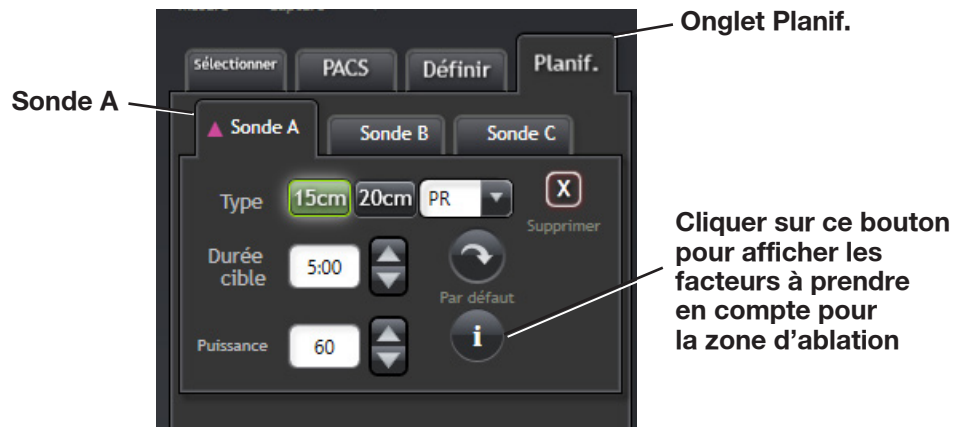

Figure 3-24 : Les paramètres de la sonde A (type de sonde, durée d'ablation, puissance d'ablation) sont affichés sous l'onglet « Planif. ».
8. Une fois créées, la position et la trajectoire de la sonde peuvent être modifiées par l'utilisateur. Faire un cliquer/glisser avec le bouton gauche de la souris sur la pointe de la sonde permet de faire pivoter la sonde tout en gardant son extrémité en place. À l'inverse, faire un cliquer/glisser avec le bouton gauche de la souris sur l'extrémité de la sonde permet de faire pivoter la sonde autour de son extrémité afin de modifier le point d'insertion prévu et la trajectoire de la sonde tout en gardant la pointe de la sonde au même endroit. Par ailleurs, deux (2) vues sont disponibles pour chaque sonde planifiée : la vue « Périscope » et la vue « Aiguille ». La vue « Périscope » permet d'observer la canule de la sonde à la verticale. La vue « Aiguille » offre une vue longitudinale de la sonde dans les tissus. Consulter la section *Évaluation du positionnement des sondes* pour plus de détails.
10. Le type de sonde (PR, PRXT, LK, LKXT et LN), la durée cible et la puissance peuvent être sélectionnés pour chaque sonde planifiée (Figure 3-24). Toute modification apportée à la puissance (W) et à la durée (min) de l'ablation sera reflétée sur la taille affichée de l'ablation prévue (ellipse orange) (Figure 3-23).
11. L'icône ⓘ située en bas à droite de l'onglet **Planif.** fournit des informations sur les facteurs à prendre en compte pour la zone d'ablation (décrits dans la section qui suit) qui peuvent avoir un impact sur la taille de la zone d'ablation (Figure 3-24).